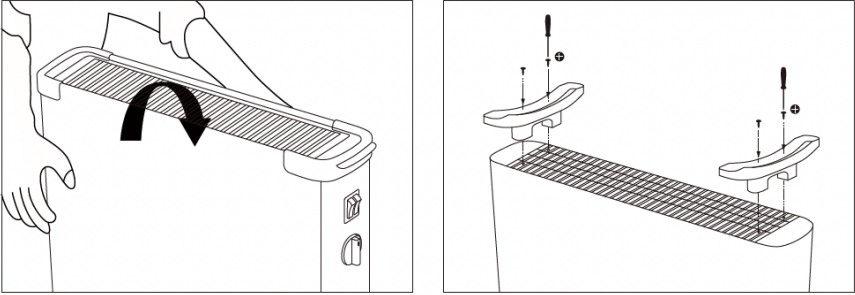

Рис.1 Установка/снятие шасси
2. Зафиксируйте шасси на конвекторе (Рис.1).